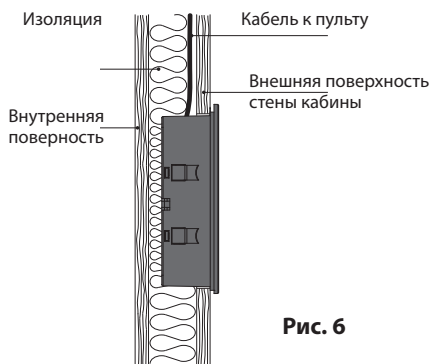

Рис. 6
6. Кабель должен быть проложен между внутренней изоляцией и наружной обшивкой стены (рис. 6).